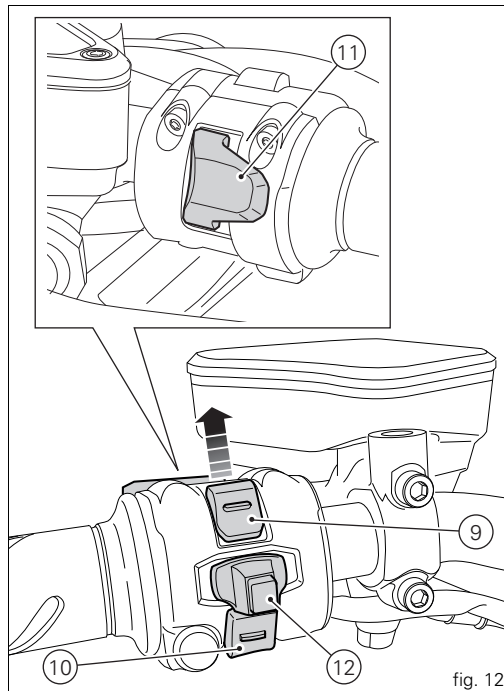

fig. 12
9) CONTROL BUTTON (fig. 12).
10) CONTROL SWITCH (fig. 12).
11) HIGH-BEAM FLASHER BUTTON FLASH (fig. 12).
12) RESET BUTTON (fig. 12).